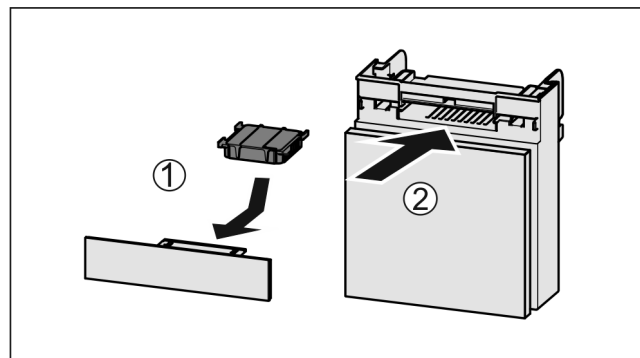

Fig. 62
- Actiefkoolfilter overeenkomstig afbeelding aanbrengen Fig. 62 (1).
- Lade erin schuiven Fig. 62 (2).